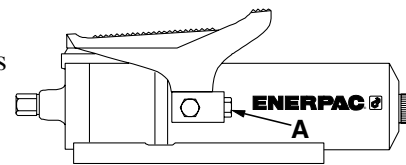

Figura 3
1. Vea la Figura 3. Quite el tapón de tubería del conector giratorio hidráulico tipo hembra con roscas de  $\frac{3}{8}$ " NPTF (A) e instale el extremo macho de un adaptador hidráulico con roscas de  $\frac{3}{8}$ " NPTF. El adaptador puede ser un adaptador para manómetro, manguera o acoplador de alto caudal.